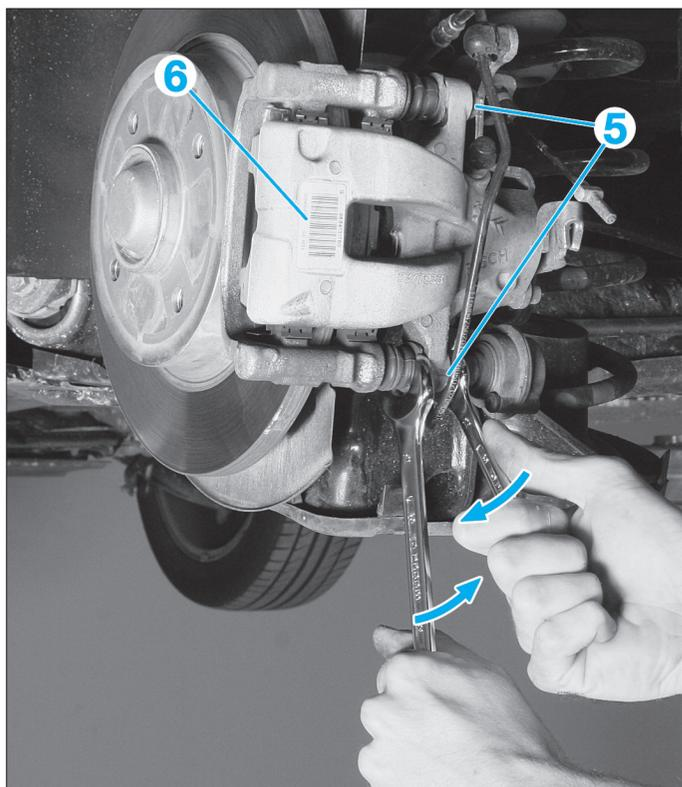

Fig. 21
- Déposer les vis (5) (Fig.21).
- Dégager l'étrier de frein (6).